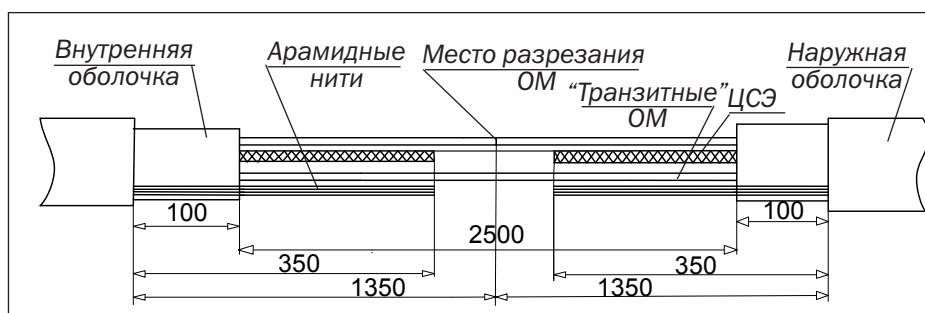

Рисунок 4.42 - Разделка ОК
4.5.2.4 Разрезать наружную оболочку ОК на расстоянии 1,35 м в каждую сторону от середины участка ОК (рисунок 4.42), применяя стриппер (кабельный нож) FK28,